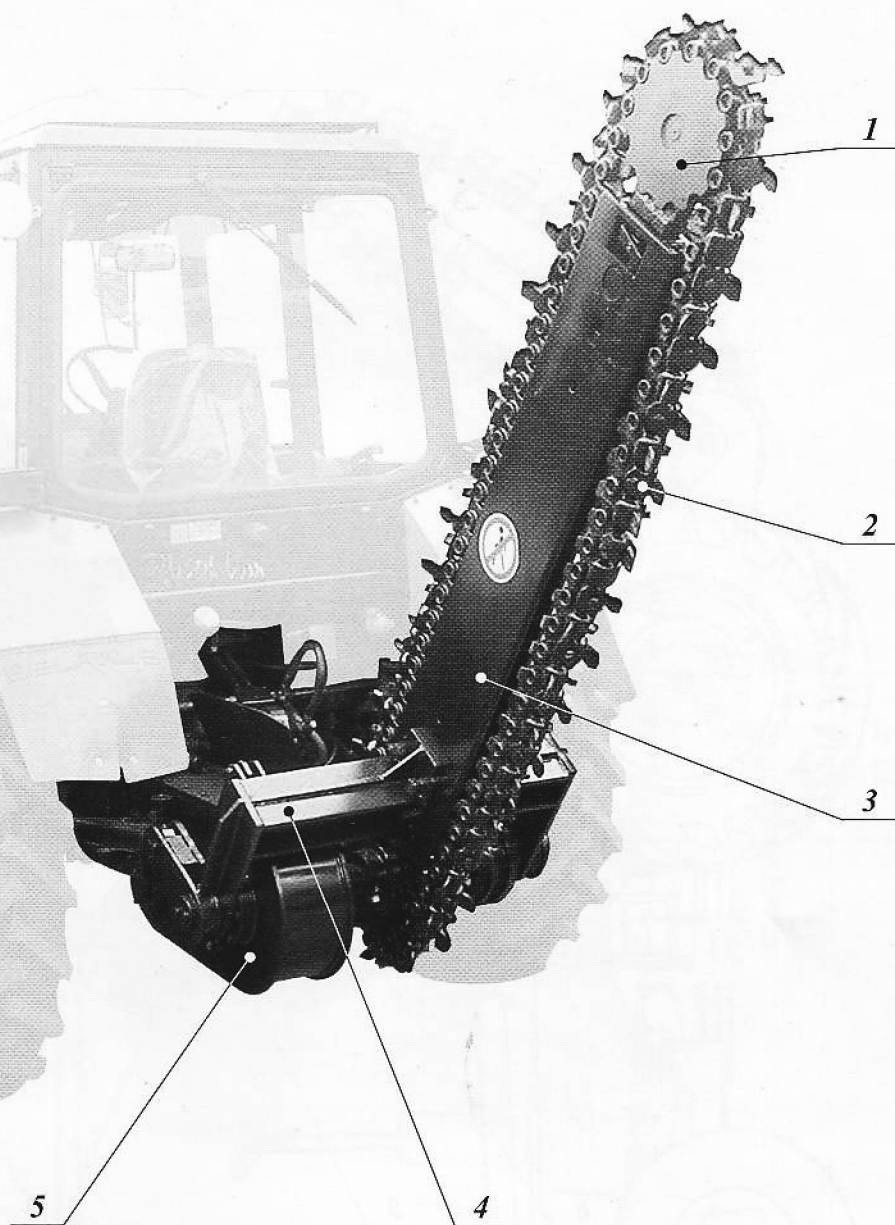

Рис. 3
- с баровым рабочим органом (Рис.3);